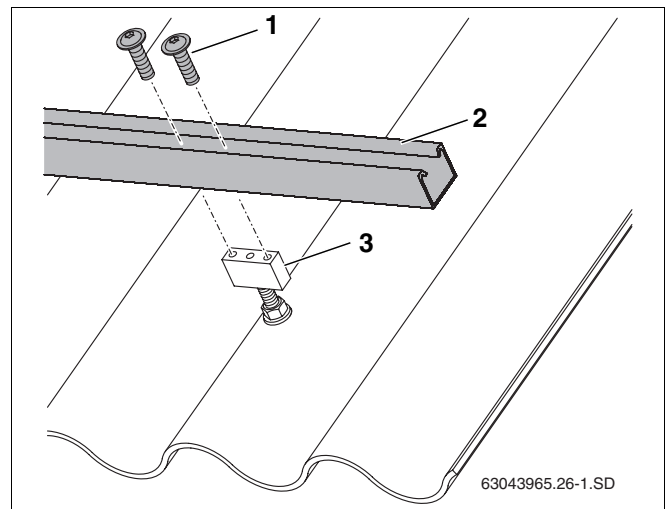

Fig. 25 Fixar o perfil ao bloco de apoio
- ▶ Apertar cada perfil (fig. 25, **item 2**) com dois parafusos (fig. 25, **item 1**).